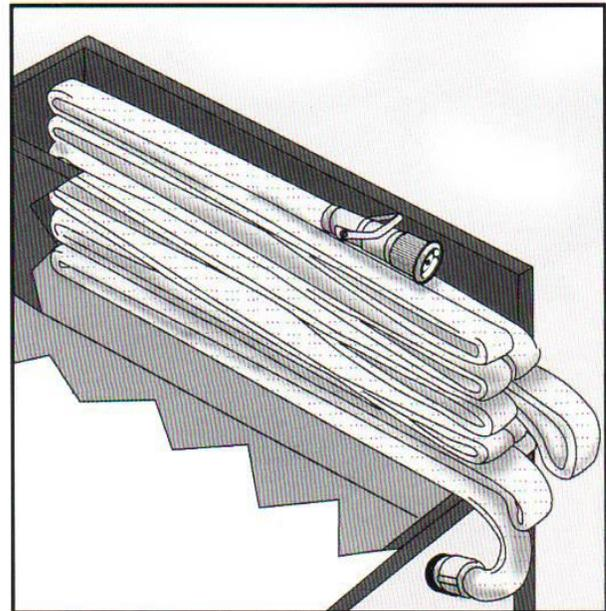

Figura 12.69 Acomodo preconectado en forma plana.
El *acomodo preconectado en forma plana* se adapta a diversos anchos de camas para mangueras y suele utilizarse en camas transversales (véase la figura 12.69). Este acomodo se parece al acomodo plano para mangueras de abastecimiento de gran diámetro, salvo por dos características: (1) la manguera está preconectada y (2) se proporcionan gazas para